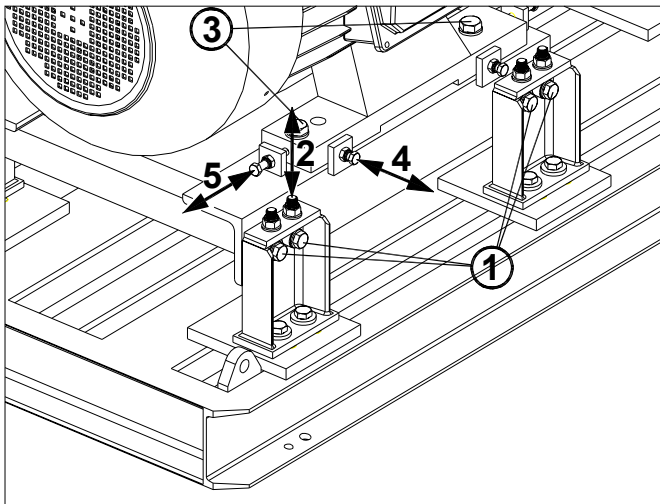

Fig. 7.4
- Fixation du châssis au sol, voir fig. 7.4 pos. 7.